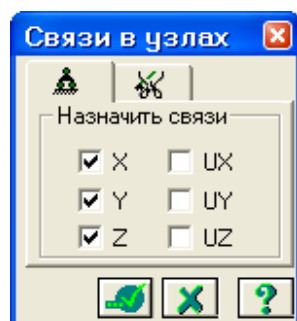

Рис.5.8. Диалоговое окно Связи в узлах
- С помощью пункта меню **Схема** ⇒ **Связи** (кнопка  на панели инструментов) вызовите диалоговое окно **Связи в узлах** (рис.5.8).